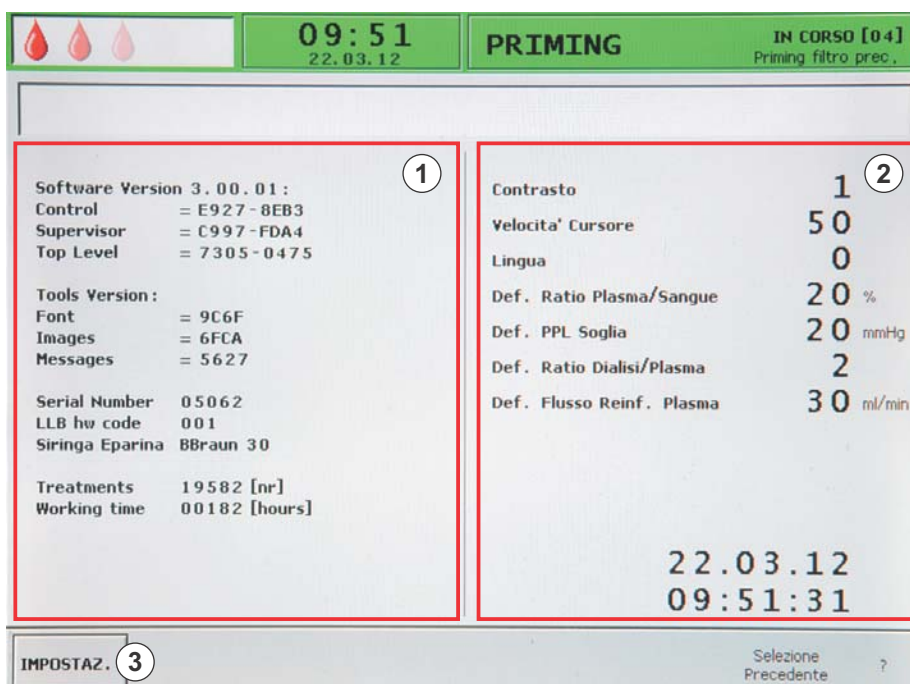

Fig. 3-4 Videata *Impostazioni*
↳ Appare la videata *Impostazioni* (Fig. 3-4), che indica i dati dell'apparecchiatura a sinistra (①) e i parametri di default sulla destra (②).